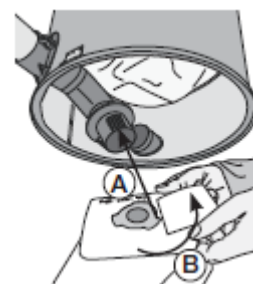

Рисунок 26
4. Обеспечьте плотность посадки, вставив мешок до упора в стопорное кольцо (**рисунок 26-А**). Поверните мешок на 20° (**рисунок 26-В**) для того, чтобы лапки на переходном соединении встали в канавки на буртике мешка.